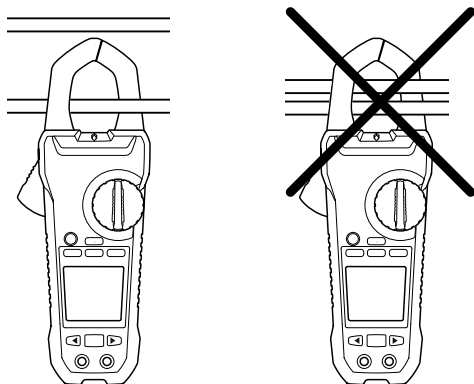

Figura 5.1 Metodo corretto e metodo non corretto
Quando si misura la corrente con la pinza amperometrica, tra le ganasce deve essere racchiuso un solo conduttore; fare riferimento alla figura 5.1.
5. Premere la levetta per aprire le ganasce della pinza. Racchiudere completamente un solo conduttore; fare riferimento alla figura 5.1. Per risultati ottimali, centrare il conduttore tra le ganasce.
3. Premere la levetta per aprire le ganasce della pinza. Racchiudere completamente un solo conduttore; fare riferimento alla figura 5.1. Per risultati ottimali, centrare il conduttore tra le ganasce.